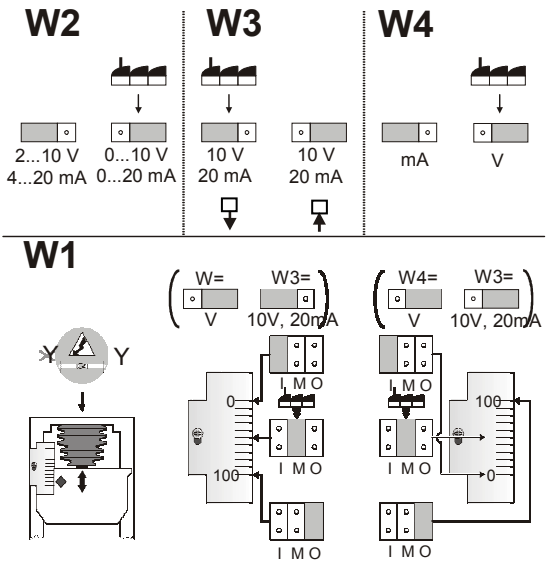

图2. 按钮 W1, W2, W3, W4说明
Vdc 或 mA 输入信号可以通过按钮 W4 (见图2)进行选择。出厂设置为“Vdc”。不需要加装电阻器来达到 mA 输入信号的要求。
模拟量输入信号 Y (Vdc or mA) 范围可通过按钮W2 (见图2)进行选择。出厂设置为 0~10Vdc。
执行器的动作方向可通过按钮W3进行选择 (见图2)。出厂设置：当输入信号增加时，阀门连接件向下运动 (正向)。
**注意：** 使用按钮 W1, W2, W3和W4时需要先移除上盖(见图2)。